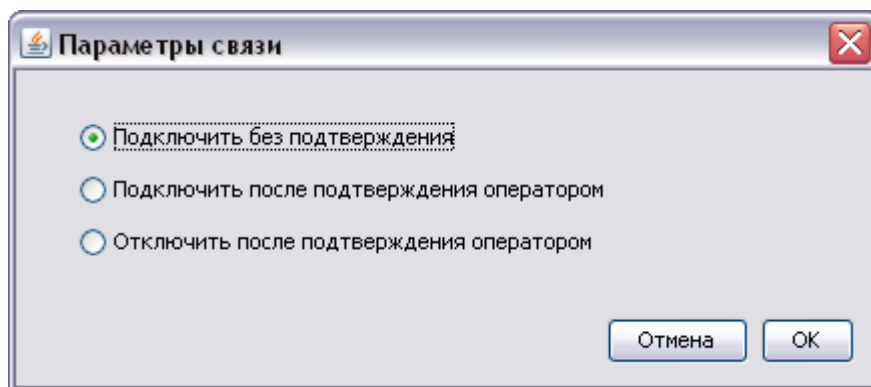

Рисунок 32 – Окно для установок параметров подключения исполнительных устройств оповещения
– затем нужно последовательно подключить к значкам групп событий, при этом после нанесения линии соединяющей значок события со значком реле на экран выводится окно установок параметров подключения исполнительных устройств оповещения (в данном случае исполнительное устройство – это фидер №1, для фидера №2 аналогично), см. окно «Параметры связи» рисунок 32;